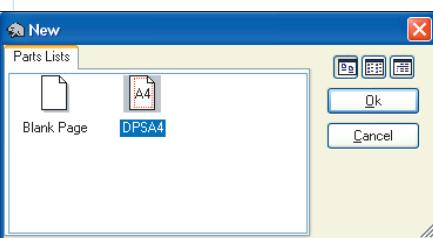

Рис. 37
- 4 В окне *New* (рис. 37) нам предлагается выбрать заготовки страниц из этой категории. Останавливаемся на *DPSA4* и снова щелкаем клавишей *OK*.